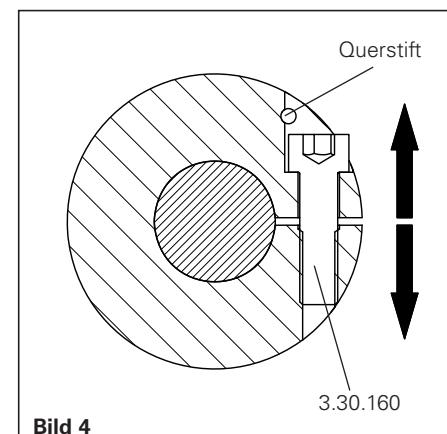

Bild 4
- Sofern Motorwelle nicht einführbar Klemmschraube (3.30.160) ca.eine viertel Umdrehung gegen Querstift aufdrehen, damit sich die Nabe weitet (siehe Bild 4).